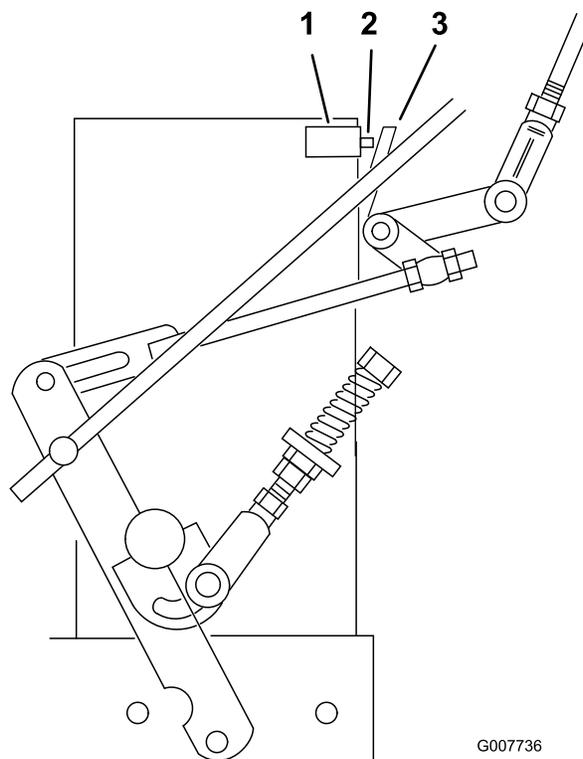

Figura 30
7. Compruebe que el interruptor de seguridad está oprimido y que queda un espacio de 8 mm entre la barra accionadora y el interruptor. (Figura 30).
8. Si es necesario, ajuste la posición del interruptor para crear el espacio de 8 mm (Figura 30).